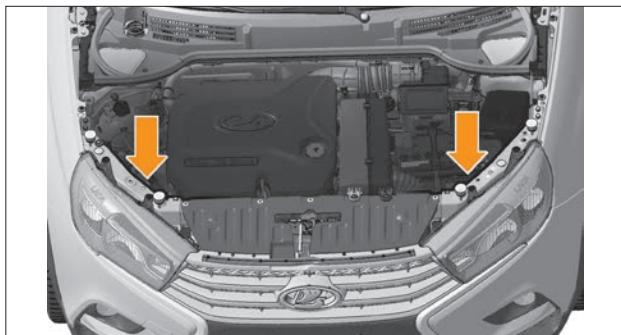

Рис. 12. Место доступа для замены ламп
**В вариантом исполнении** люк в щитке переднего крыла отсутствует и доступ для замены ламп осуществляется через моторный отсек (см. рис. 12). При необходимости, процедуру замены лампы уточняйте у дилера.